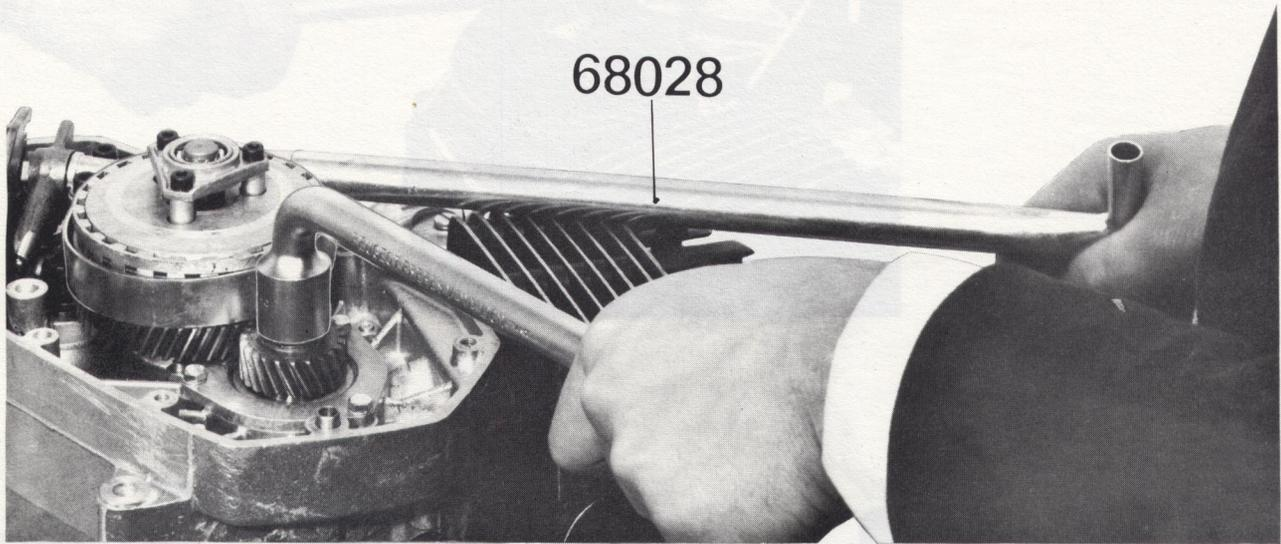

Figure 20
- Immobiliser le tambour d'embrayage avec la sangle n° 68028 et desserrer l'écrou en bout de vilebrequin avec une clé à pipe de 19 (figure 20).